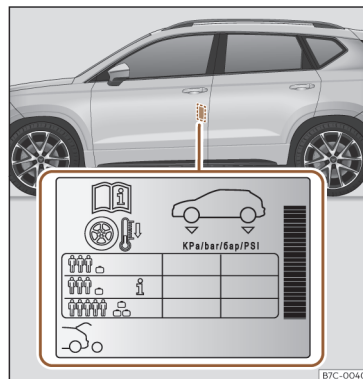

Fig. 204 Ubicación del adhesivo de la presión de inflado de los neumáticos.
- Adapte la presión de los neumáticos a la carga que lleva el vehículo»» fig. 204.
Los valores de la presión de inflado se indican en la etiqueta adhesiva situada en la zona posterior del marco de la puerta delantera izquierda»» fig. 204.
En función del vehículo, se puede adaptar la presión de inflado de los neumáticos a media carga para aumentar el confort de marcha (presión de inflado **i**»» fig. 204). Cuando se circula con la presión de inflado de confort, puede incrementarse ligeramente el consumo de combustible.
lo va a ir cargado al máximo, debe aumentar la presión de inflado al valor máximo de carga indicado en la etiqueta adhesiva »» fig. 204.
En el caso de una rueda de emergencia minimizada (125/70 R18), inflar a 4,2 bar de presión según se indica en la etiqueta de presión de los neumáticos»» fig. 204.
- El conductor es responsable de que todos los neumáticos del vehículo estén inflados a la presión correcta. La presión de inflado recomendada viene indicada en un adhesivo»» fig. 204.
- Con los neumáticos en frío, deberá mantenerse siempre la presión indicada en el adhesivo»» fig. 204.